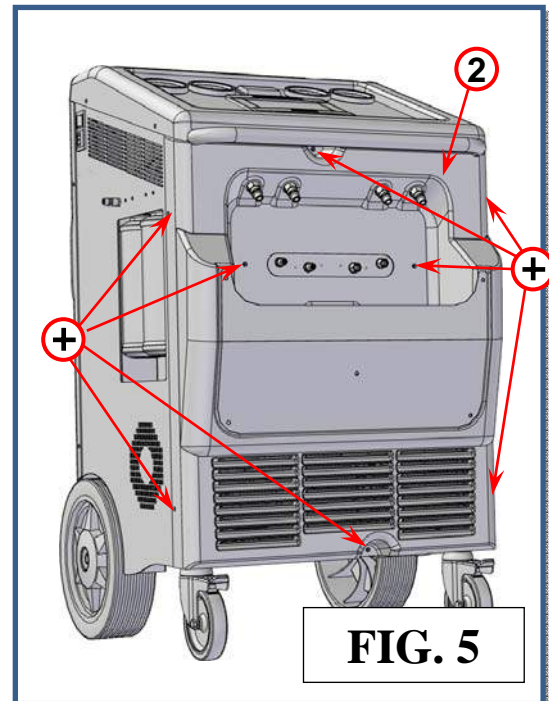

FIG. 5
2. Carter avant en plastique, voir la Fig. 5